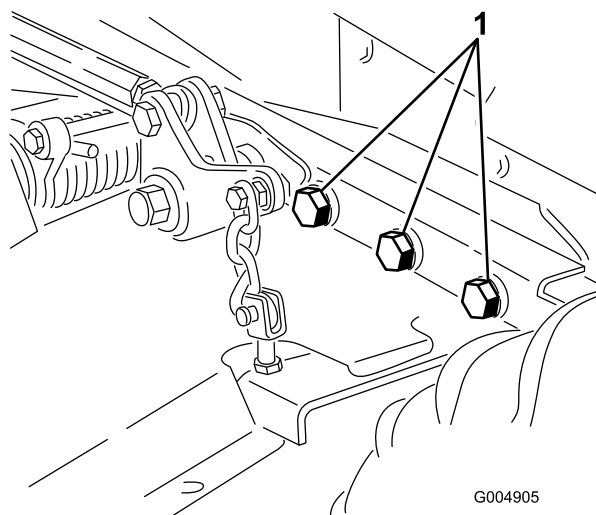

図 63
4. ボルトナット類にゆるみながいか点検し、必要な締め付けを行う。刈り込みデッキをトラクションユニットに固定しているボルト6本をトルク締めする $359\text{ N}\cdot\text{m}$ $36.7\text{ kg}/\text{cm}^2 = 265\text{ ft}\cdot\text{lb}$ 図 63。